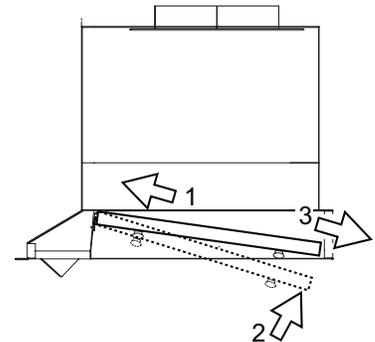

FIG 4
**Installing Baffle Filters, FIG 4:**